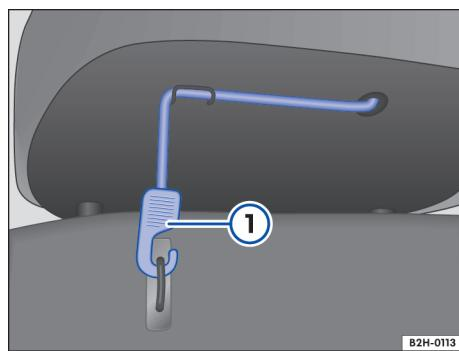

Fig. 61 Banco traseiro: cinta de fixação da superfície do banco.
- Desencaixar a cinta de fixação da fixação da superfície do banco → Fig. 61 ①.